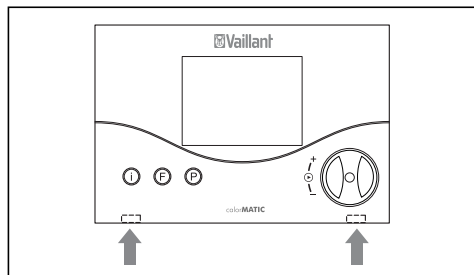

Fig. 4.1 Sblocco dei gancetti a scatto
- Premere con cautela i gancetti lateralmente con un cacciavite (Fig. 4.1) e tirare in avanti la centralina.